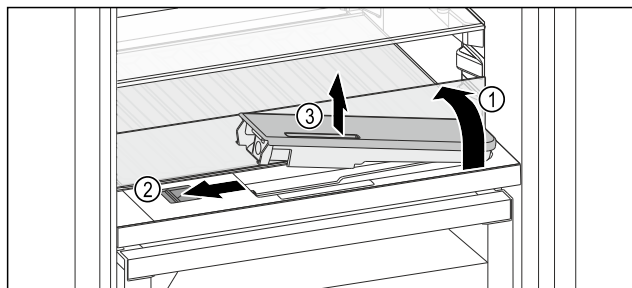

Fig. 194
- ▶ 抬起玻璃隔板，将其向后翻转至止挡 Fig. 194 (1)。
- ▶ 向左推滑块 Fig. 194 (2)。
- ▶ 取出水箱 Fig. 194 (3)。